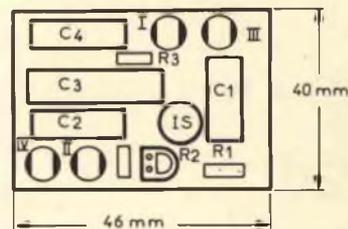
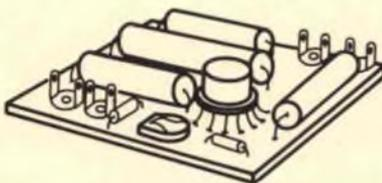

Fig. 4 - Disposizione dei vari componenti sulla basetta a circuito stampato e dimensioni approssimative di questa ultima.
Fig. 5 - Esempio di come si presenterà il preamplificatore B.F. a montaggio ultimato.
La fig. 4 fornisce un esempio di disposizione dei componenti sul circuito stampato e il disegno di fig. 5 mostra la corrispondente realizzazione pratica. Gli ancoraggi visibili in fig. 4 corrispondono ai terminali d'entrata (III sulle figg. 2 e 4), d'uscita (IV) di massa (I) e dell'alimentazione (II).